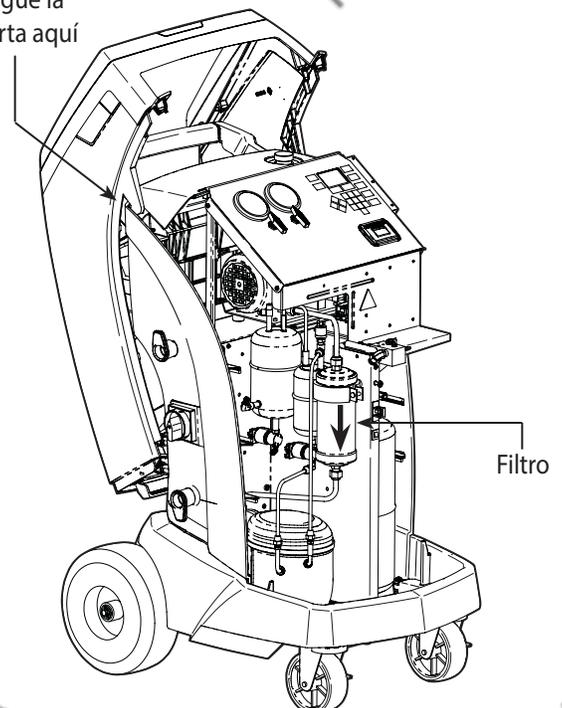

Figura 12
3. Cuelgue la cubierta en la parte posterior de la máquina como se muestra en la figura 12.